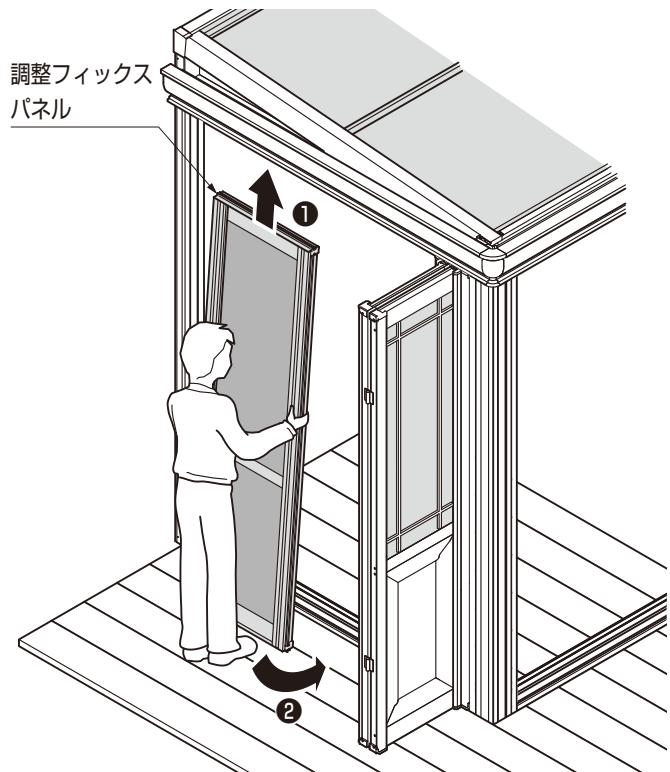

図 2-3
①調整フィックスパネルをけんどんではめ込んでください。 (図2-3、図2-4参照)
②フィックス上下カバーキャップ1、2と折戸パネル上下のパネルスペーサー大1、2がきちんとかみ合う位置で